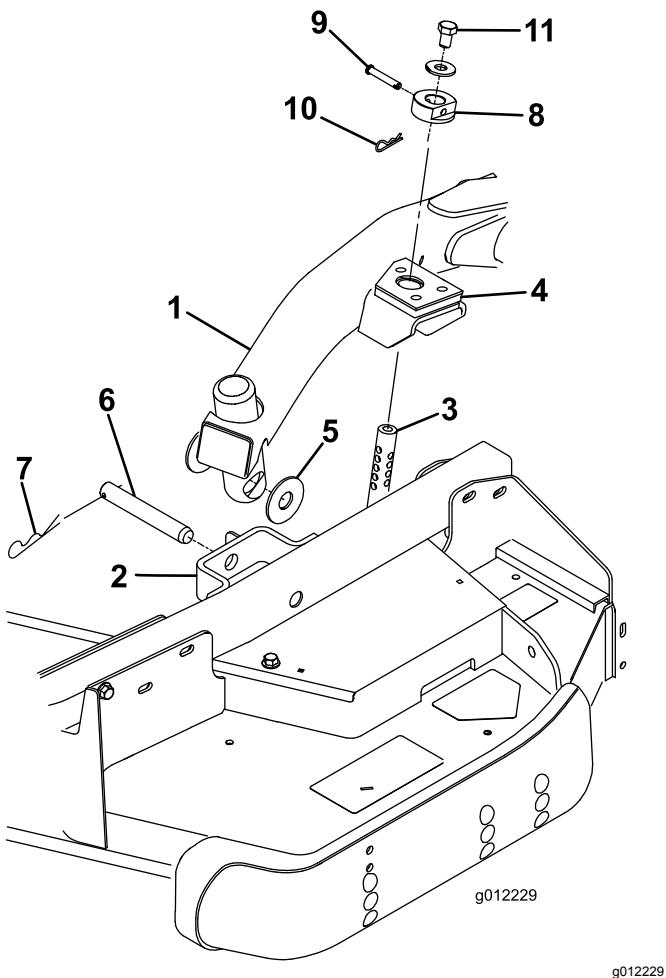

Figura 4
2. Desloque a alavanca de elevação para a posição SUSPENSA. Empurre um braço de elevação para baixo até que os furos no braço fiquem alinhados com os furos do suporte do braço da roda giratória e a haste de altura de corte possa ser inserida nas pastilhas do braço de elevação (Figura 4).
3. Prenda o braço de elevação ao braço da roda giratória com duas anilhas de encosto, um passador de forquilha e um perno de ganho grande. Posicione as anilhas de encosto entre o braço de elevação e o suporte do braço de elevação (Figura 4). Insira a extremidade do perno de ganho na ranhura da patilha do braço da roda giratória para fixar o perno de ganho.
- Instale um parafuso ($\frac{1}{2}$ pol. x $\frac{3}{4}$ pol.) e uma anilha na parte superior de cada vareta da altura de corte (Figura 4).